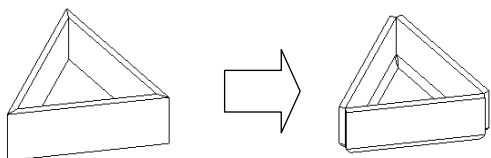
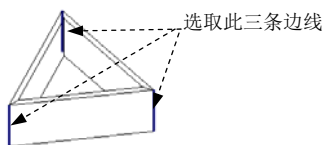

图 11.4.18 创建边缝
图 11.4.19 选取边线
Step6. 创建边缝。经过前几步的操作，已经将实体零件转换成钣金件，这一步是在转换后的封闭壳体钣金件中创建边缝（图 11.4.18），以便于后面进行钣金展平操作。
(1) 单击 **模型** 功能选项卡 **工程** ▾ 区域中的 **转换** 按钮。
(2) 在“转换”操控板中单击 **边缝** 按钮，此时系统弹出“边缝”操控板，选取模型上图 11.4.19 所示的 3 条边线为边缝，单击 **完成** 按钮。
(3) 单击“边缝”操控板中的 **预览** 按钮，预览所创建的边缝，然后单击 **完成** 按钮。